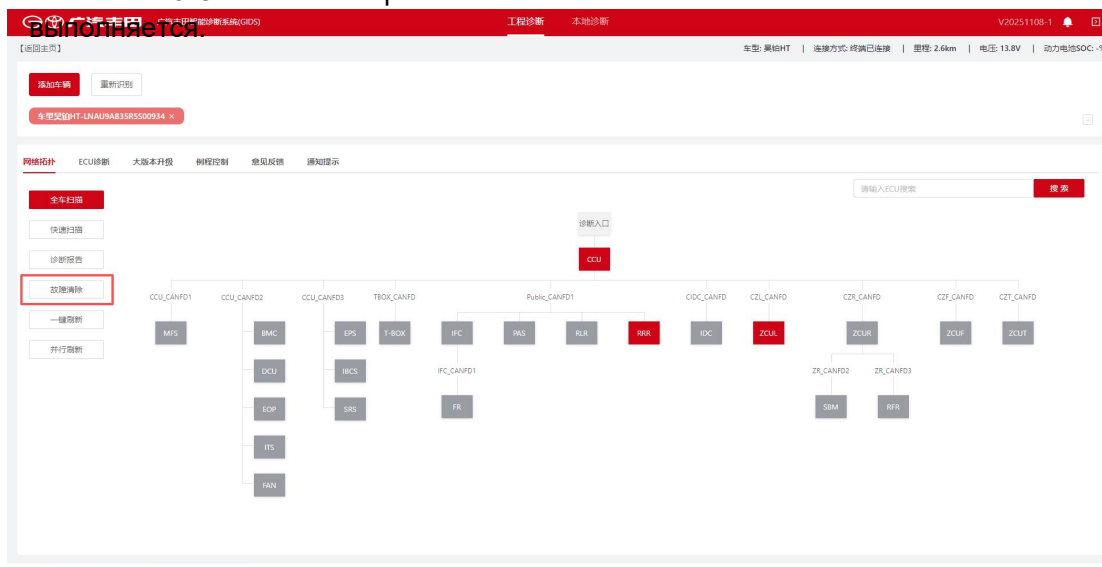

Рис. 4-12 Кнопка очистки неисправностей
1. После нажатия «Очистка неисправностей», как показано на Рис. 4-12 Кнопка очистки неисправностей, система последовательно очищает каждый контроллер автомобиля и считывает